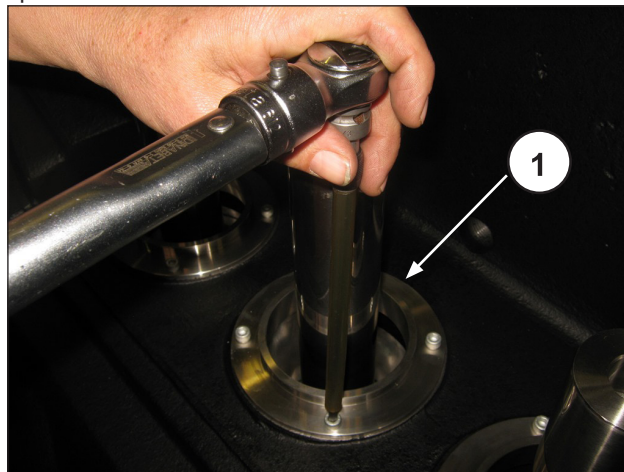

Fig. 160
Apretar los cuatro tornillos M6 (pos. ①, Fig. 160) con una llave dinamométrica aplicando el par de apriete indicado en el apartado 3.